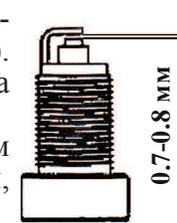

рис. 5
7.3.3 Рекомендуется проверить величину межэлектродного зазора, которая должна быть около 0.7...0.8 мм (рис. 5). При существенном отличии измеренной величины зазора указанным требованиям заменить свечу.